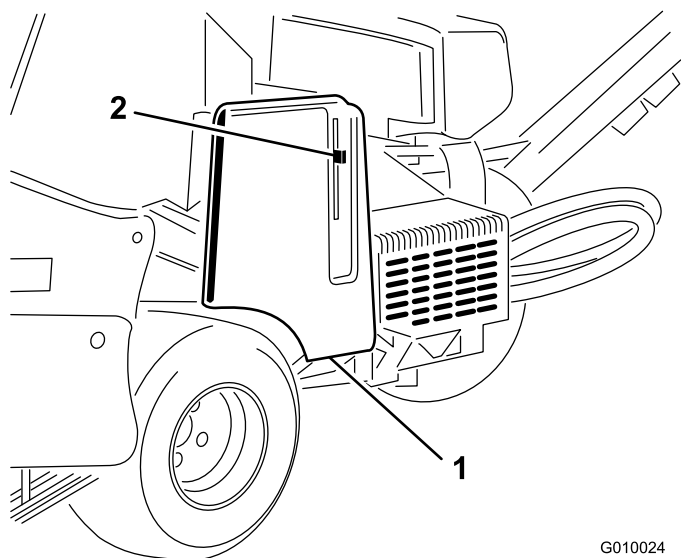
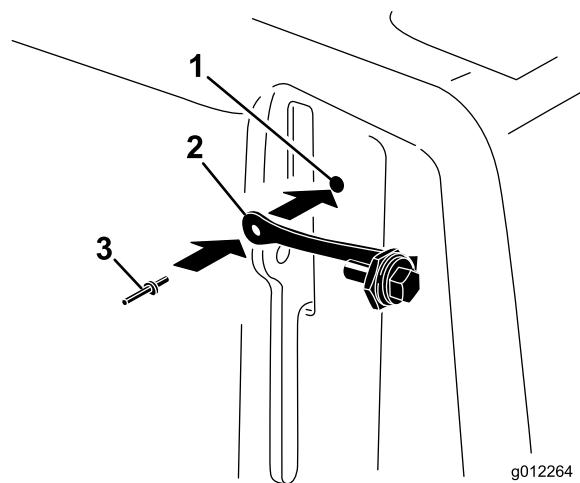

Figura 16
Figura 17
1. Localizezi orificiul din capacul curelei de lângă fanta pentru maneta de blocare (Figura 16 i Figura 17).
2. Fixezi ansamblul nurelui la orificiul din capacul curelei cu un nit pop (Figura 17).